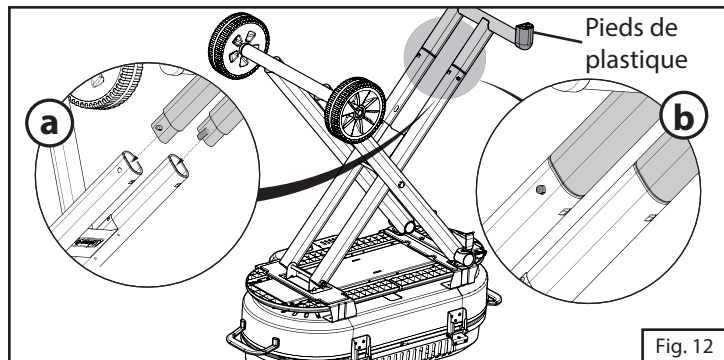

Fig. 12
9. Insérez la poignée de remorquage dans le pied de la poignée. (étape a de la Fig. 12)
10. Appuyez sur les boutons dans la poignée de remorquage tout en faisant glisser la poignée de remorquage dans le pied de la poignée. Continuez à faire glisser dans le pied de la poignée jusqu'au verrouillage des boutons en place. (étape b de la Fig. 12)